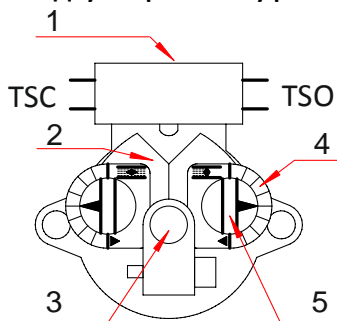

Рис. 4 Схема двухсторонней муфты ограничения крутящего момента.
Крутящий момент с электродвигателя 1 через шестерни 2 и 7 передается на червячный редуктор, состоящий из червячного вала 9 и расположенного на выходном валу 4 червячного колеса 3. На выходном валу, под червячным колесом расположена шестерня механизма ограничения хода выходного вала 8 (Рис. №3). На червячном валу 9 находятся тарельчатые пружины двусторонней муфты ограничения момента 11 (Рис. 4).
4. Регулировка усилия закрытия и открытия осуществляется вращением болтов регулировки 5 (Рис. 4)